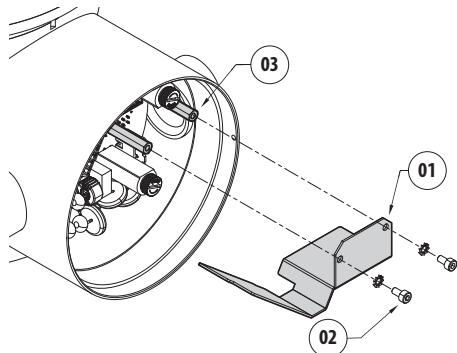
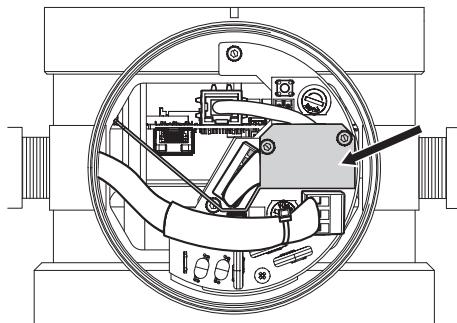

Fig. 17
Fig. 18
Fixe a barreira (01) com os parafusos e as arruelas (02) que acompanham o produto nos espaçadores pré-dispostos (03) (Fig. 17, página 102 e Fig. 18, página 102).